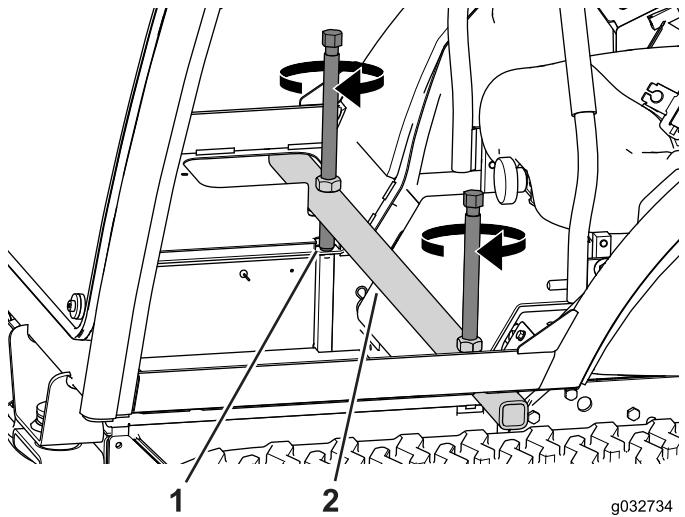

Рисунок 113
- Установите подъемную штангу поперек рамы кабины (Рисунок 113).
4. Попеременно поворачивайте подъемные винты на несколько оборотов за раз, пока кабина не будет наклонена вперед (Рисунок 113).